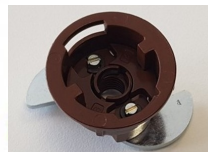

Abb.3
- **Beispiele geeigneter Dübelarten, s. Abb. 3.**